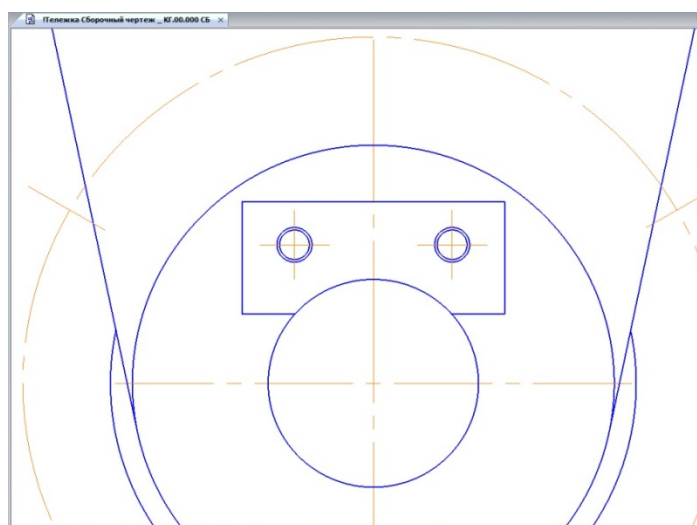

Рис. 4.42. Место стандартных изделий
- Увеличьте место установки «Планки», как показано на рис. 4.42.